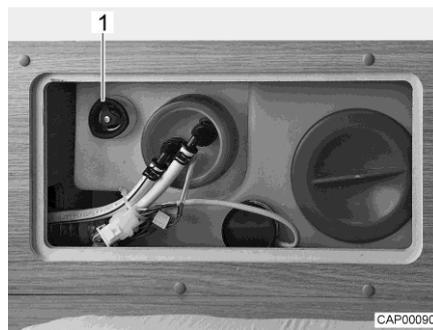

Fig. 91 Réservoir d'eau avec poignée tournante
- Faire tourner la poignée tournante (Fig. 91,1) du réservoir d'eau à fond dans le sens inverse des aiguilles d'une montre au-delà de la résistance pour ouvrir entièrement l'ouverture d'écoulement.